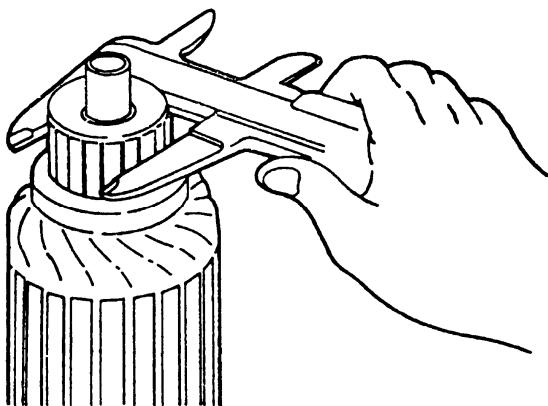

图 9-16
② 测量整流子的外径见图 9-16。 标准值: 32.0mm 极限值: 31.4mm